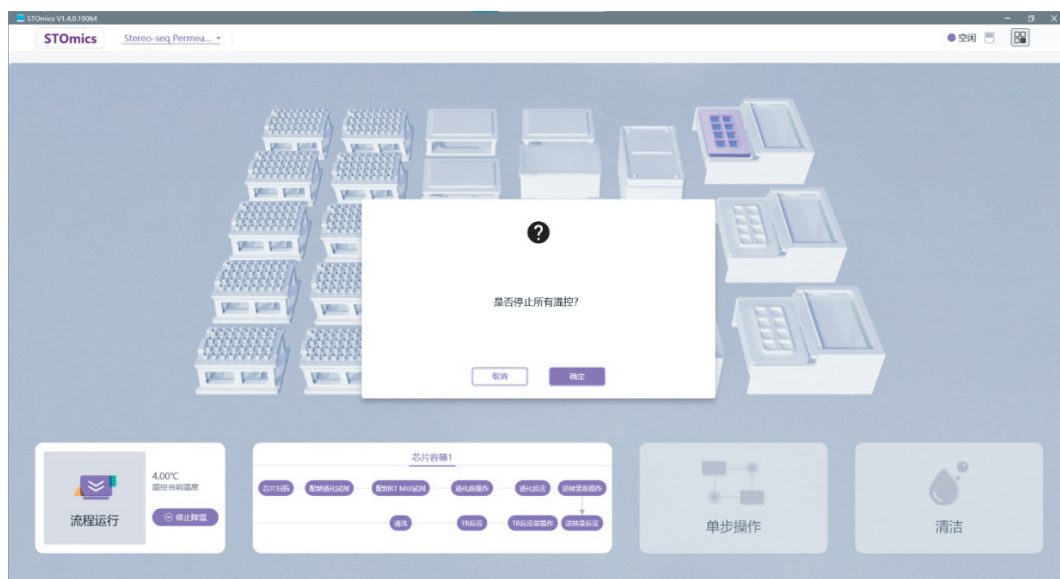

图 2-20 STOmics 软件透化流程结束界面
(6) 流程结束
a. Go Spatial 流程运行结束后，会弹出“是否停止所有温控”的弹窗（图 2-20），无需操作，直接打开舱门，平稳小心地从深孔板区拿出 96 孔深孔板，释放后的 cDNA 试剂存储于此，cDNA 产物存放位置如图 2-21 所示。
- d. 确定试剂已回收后，点击“确定”即结束运行（图 2-20），此时低温试剂区的温控停止，温度逐渐恢复至室温。